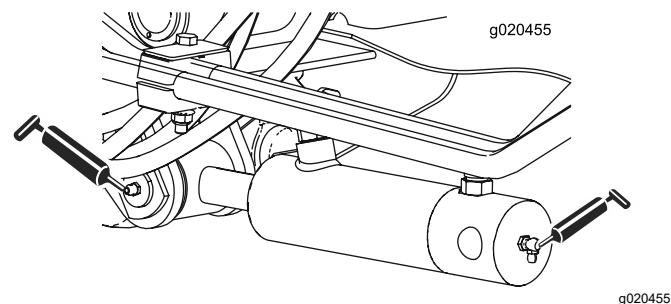

Figura 44
- Casquillos de los cilindros de los brazos de elevación (2 en cada lado) (Figura 44)